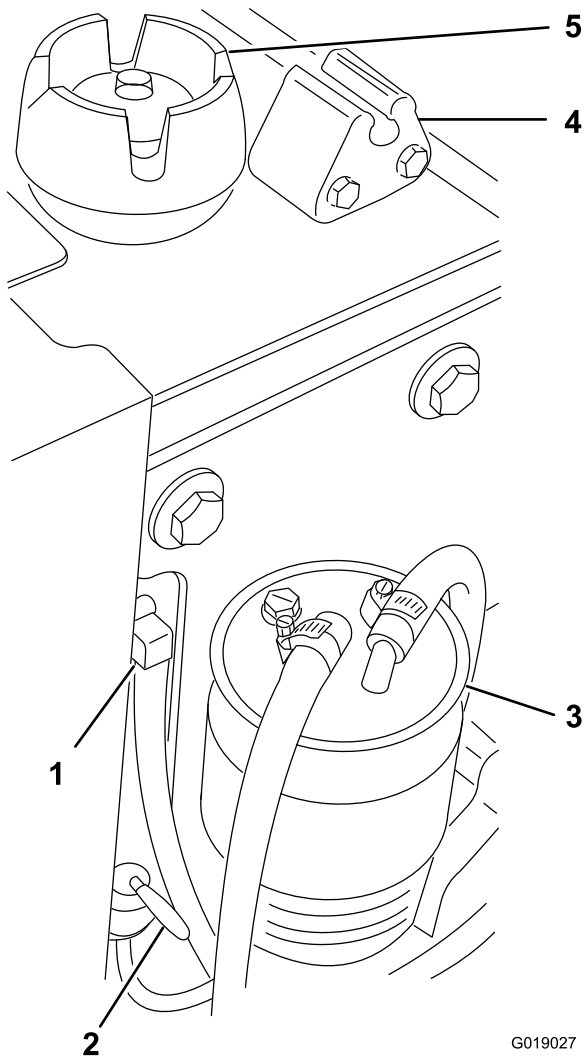

Figure 23
4. Retirez l'ensemble bouchon de réservoir de carburant et capteur (Figure 23).
6. Remettez en place l'ensemble bouchon de réservoir de carburant et capteur (Figure 23).